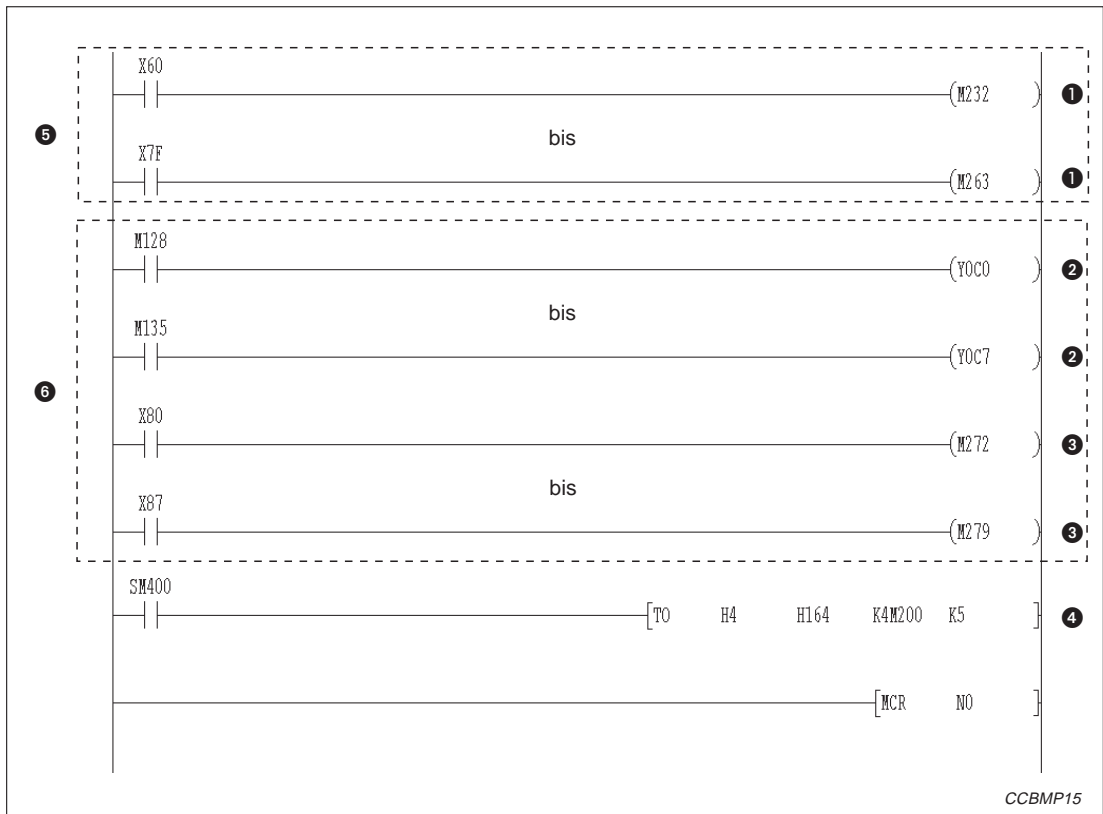

Abb. 11-9: Kommunikationsprogramm (2)
①	Der Zustand der Eingänge X60 bis X7F des Eingangsmoduls AX42 wird auf die Ausgänge Y00 bis Y1F des AJ65BTC1-32T übertragen.
②	Der Zustand der Eingänge X00 bis X0F des AJ65BTB1-16DT wird auf die Ausgänge YC0 bis YCF des Ausgangsmoduls AY42 übertragen.
③	Der Zustand der Eingänge X80 bis X87 des Eingangsmoduls AX42 wird auf die Ausgänge Y08 bis Y0F des AJ65BTB1-16DT übertragen.
④	Die Informationen werden an die dezentralen Ausgänge (RY) übertragen.
⑤	Dieser Bereich steuert die Kommunikation mit AJ65BTC1-32T (Station Nr. 4).
⑥	Dieser Bereich steuert die Kommunikation mit AJ65BTB1-16DT (Station Nr. 5).
**Tab. 11-5:** Erläuterung zum Beispielprogramm (Abb. 11-9)